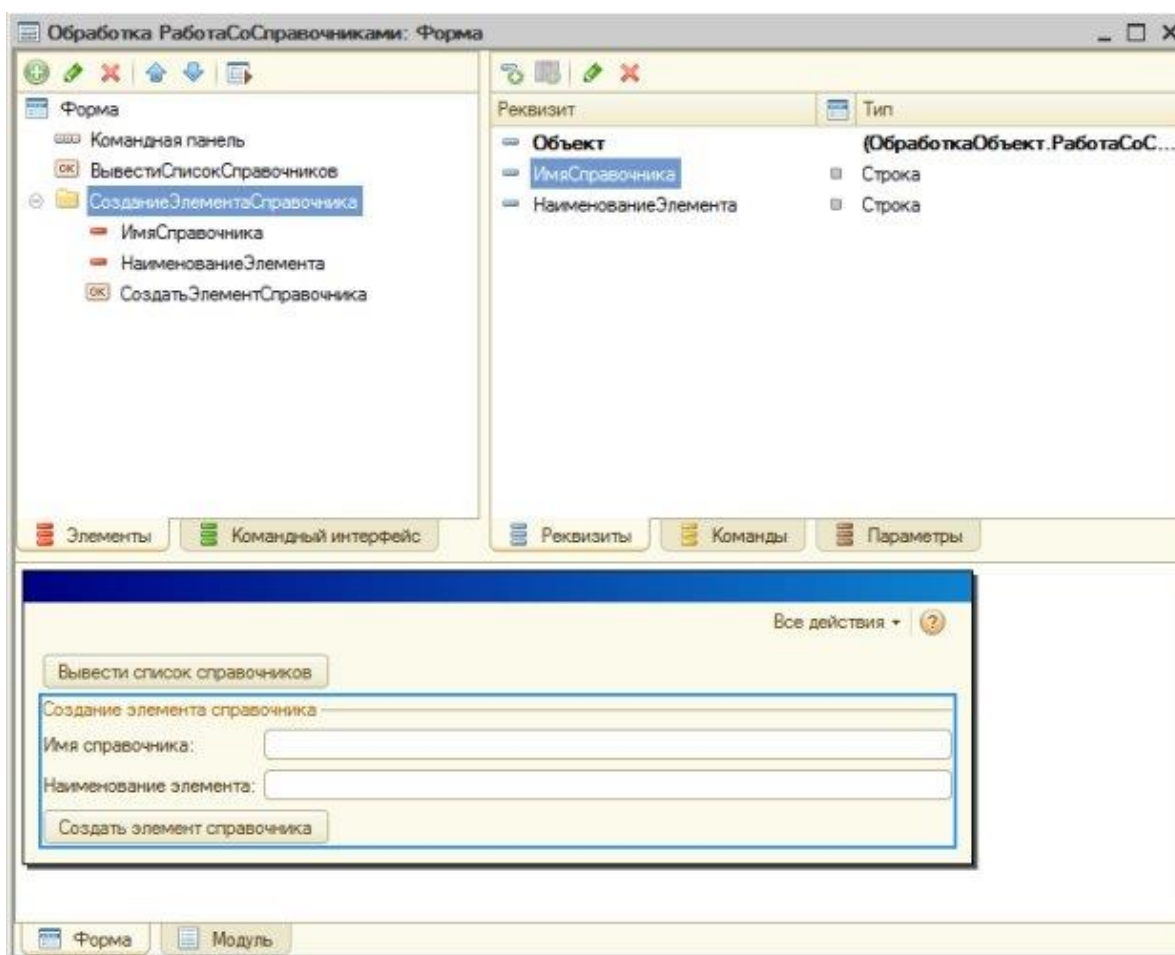

Рисунок 8.9- Добавление новой группы на форму
8. Добавим на форму новую группу, назовем ее **СозданиеЭлементаСправочника**, перетащим в нее элементы управления, относящиеся к этой группе. Результат реорганизации элементов показан на Рисунок 8.9.